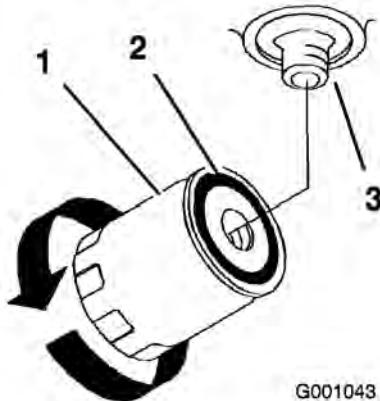

Figure 62
- Appliquez une fine couche de liquide hydraulique sur le joint en caoutchouc du filtre de rechange (Figure 62).
l'adaptateur du filtre. Serrez ensuite le filtre de 1/2 tour supplémentaire (Figure 62).